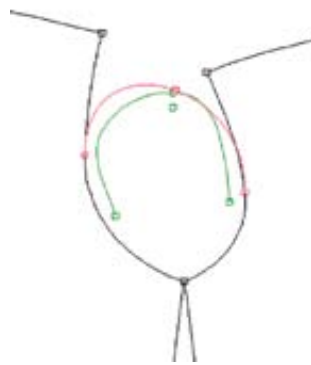

Рис. 2. Закрытие проймы
- Закрывается пройма (рис. 2).